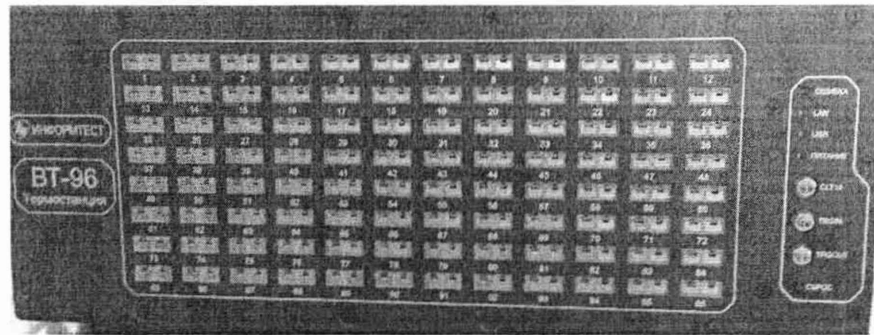

Рисунок 2 - Лицевая панель ВТ-96
1.4.3 Для подключения термопар на лицевой стороне ВТ-96 (см. рисунок 2) находятся 96 миниатюрных полярных термопарных соединителей PCC-SMP-U фирмы OMEGA Engineering (см. приложение А). Контакты соединителей выполнены из меди для обеспечения универсальности и независимости от типа подключаемых термопар. Разъемы обеспечивают надёжное подключение термопар и при этом простоту подключения и отключения. Внутри корпуса на контактах разъемов расположены 24 (по одной на четыре соединителя) изотермальные пластины с термисторами для измерения температуры «холодного спая» подключаемых термопар. Благодаря электроизолирующим теплопроводящим прокладкам обеспечивается максимальное тепловое взаимодействие с контактами подключенных термопар, и, следовательно, увеличенная точность измерения температуры «холодного спая» для каждой подключенной термопары.
1.4.4 Для индикации состояния устройства на лицевой панели ВТ-96 (см. рисунок 2) расположены индикаторы:
1.4.5 На лицевой панели ВТ-96 (см. рисунок 2) располагаются разъемы триггерных событий («TRGIN», «TRGOUT»), разъем тактовой частоты 10 МГц «CLT10», предназначенные для обеспечения синхронной работы с другими устройствами.
- в виде шильдика с названием, десятичным и заводским номером на задней стороне (см. рисунок 2).